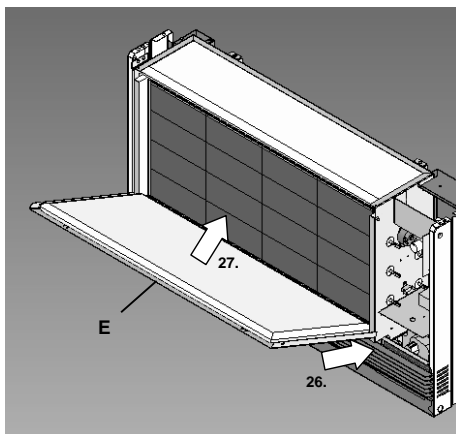

Fig.16 Afsluitplaat monteren
- Apparaat weer sluiten (fig.16 - 17):
58. Afsluitplaat (E) in bijna horizontale stand met de zijranden links en rechts onderaan op de binnenkast plaatsen. Onderste rand van de afsluitplaat in de spleet tussen bodemisolatie en voorste rand van de bodemplaat plaatsen.